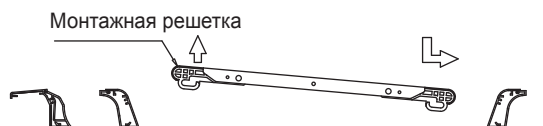

Рис. 5-11
- 1) Сдвиньте монтажную решетку в одну сторону (в любую), например направо, как показано на рис. 5-11.
- 2) Нажмите на правую сторону монтажной решетки и одновременно сдвиньте ее вправо, как показано на рис. 5-11, одновременно откройте левую сторону монтажной решетки под углом приблизительно 45°.